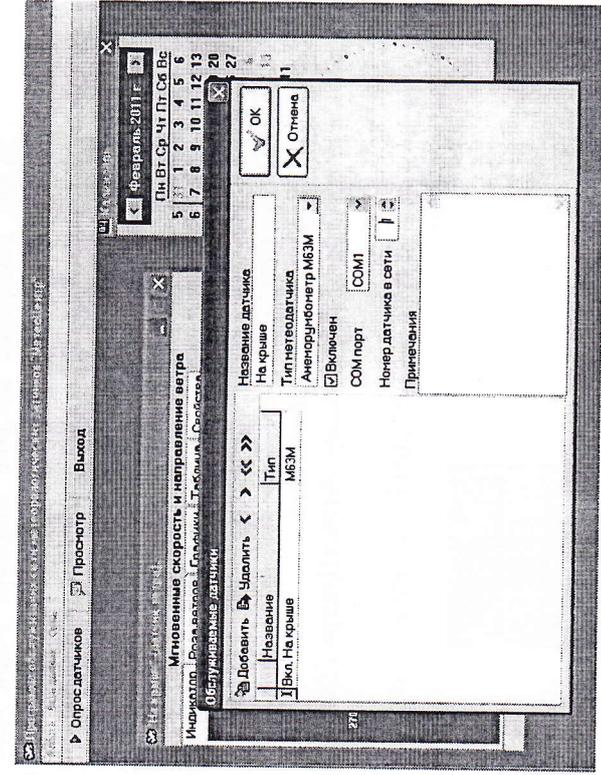

Рисунок 3 – Окно ОБСЛУЖИВАЕМЫЕ ДАТЧИКИ программы «МетеоЦентр».
5.3.3.2 В меню РАБОТА выбрать команду МЕТЕОДАТЧИКИ. а) в открывшемся окне ОБСЛУЖИВАЕМЫЕ ДАТЧИКИ (рисунок 3) выбрать в качестве обслуживаемого прибора МБ3М; б) ввести новый датчик ветра (наименование); в) выбрать коммуникационный СОМ-порт компьютера от СОМ1 до СОМ9; г) установить номер датчика в сети (при использовании более одного прибора МБ3М-1).